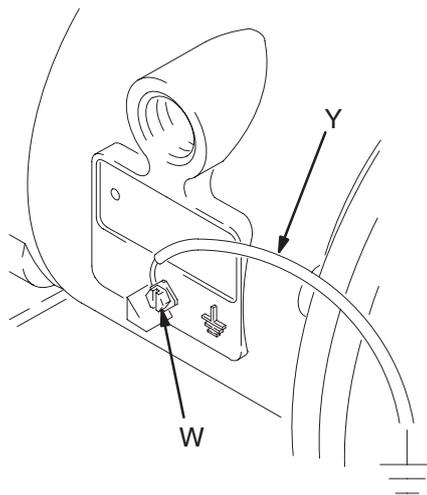

Fig. 1
- **Bomba:** conecte un cable de conexión a tierra y una brida y sujételo como se muestra en la Fig. 1. Afloje el tornillo de conexión a tierra (W). Inserte un extremo de un cable de conexión a tierra de un mínimo de 1,5 mm² (Y) detrás del tornillo de conexión a tierra y apriete éste firmemente. Conecte el extremo con la brida del cable de conexión una tierra verdadera. Conductor de tierra y brida, ref. pieza 222011.